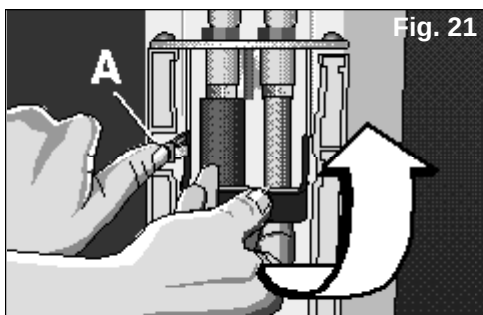

Fig. 21
- ❑ Maintenez appuyé le loquet **A** qui assure la position du levier. Tirez ce dernier vers le haut (faites attention à l'impulsion du levier) en vous assurant qu'il reste dans la position de hauteur maximale, **Fig. 21**.
Assurez-vous que le levier est bien fixé par le loquet de sécurité A, fig. 21. Ce n'est qu'ainsi que la connexion sera correctement effectuée.